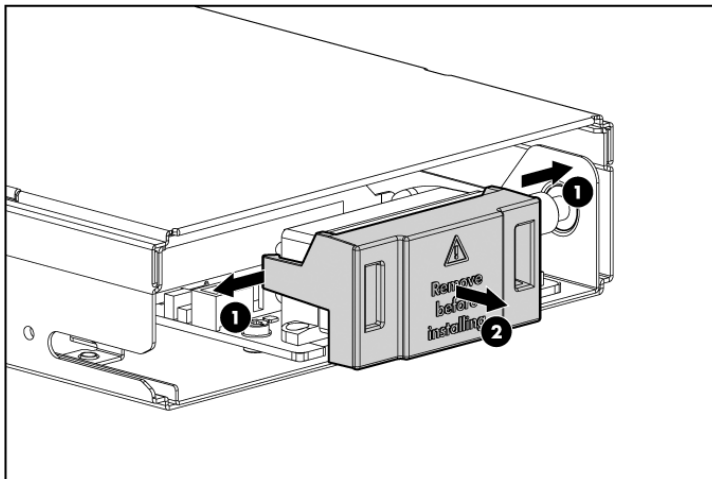

Рисунок 8. Снятие крышки разъема
4. Снимите крышку разъема сзади модуля сверхтонкого стримера. Освободите заднюю часть крышки (1) и снимите ее со сверхтонкого стримера (2), как показано на Рис. 8.